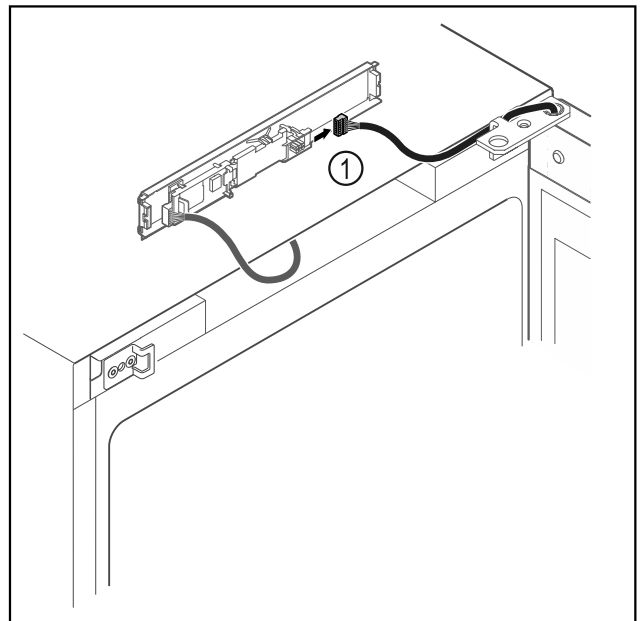

Fig. 20
- Scollegare il connettore Fig. 20 (1) dalla scheda.